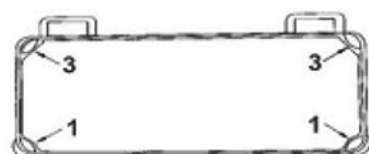

Fig. 1
- 2) Dois apoios de borracha 1 que suportam o lado A do cabeçote, estão fixados com pregos 2, e os outros dois apoios de borracha 3 estão no lado da dobradiça B, e podem ser fixados por um adesivo ou pregos. Em seguida, o reservatório de óleo 4 é colocado (Fig. 1 e 2).